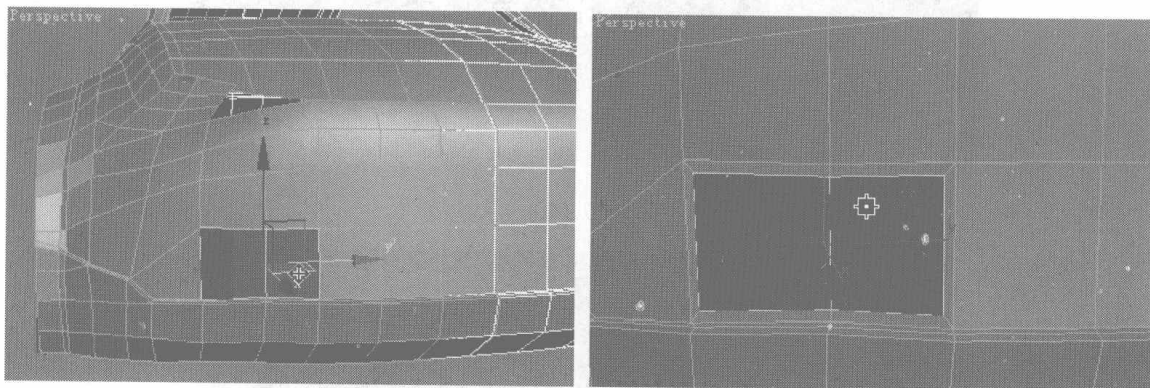
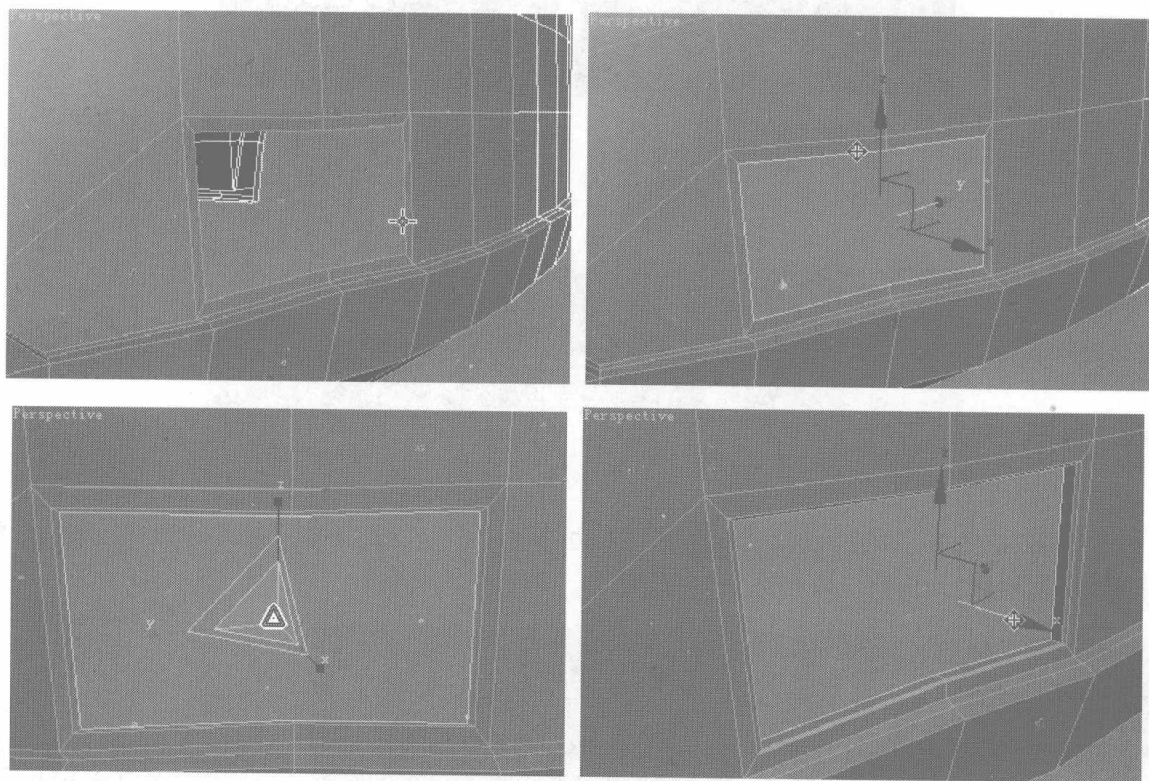

图 7.143
图 7.144
- 01** 选择汽车前面旁边的面，单击 **Inset** 按钮，然后在面上按住鼠标左键移动，添加一个新面，如图 7.143 所示，按 Delete 键，将该面删除。单击 进入边界物体层级，选择车灯处的边缘曲线，按住 Shift 键，用缩放工具等比例复制面，然后沿着 X 轴，向内侧调整曲线位置，如图 7.144 所示。